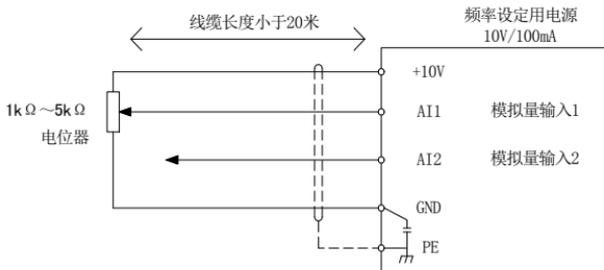

图 3-14 模拟量输入端子接线示意图
- 模拟电压信号特别容易受到外部干扰，所以一般需要用屏蔽电缆，而且接线距离尽量要短，应小于 20m，如图 3-14 所示。如果某些场合，模拟信号受到严重的干扰，无法正常使用时，可以在